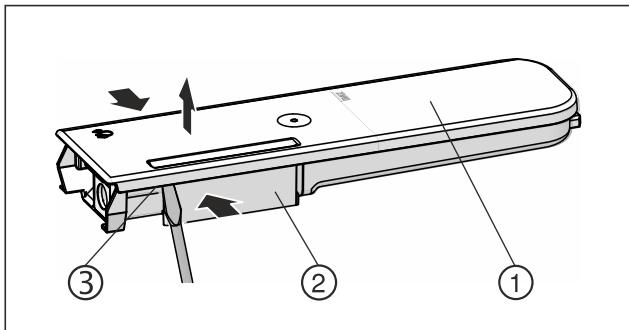

Fig. 135
- ▶ Presați rezervorul de apă Fig. 135 (2) împreună și trageți cu grijă capacul Fig. 135 (1) peste ciocurile opri-toare Fig. 135 (3) și trageți-l în sus.
- ▶ Mișcați ușor capacul Fig. 135 (1) înainte și înapoi și scoateți-l în sus.